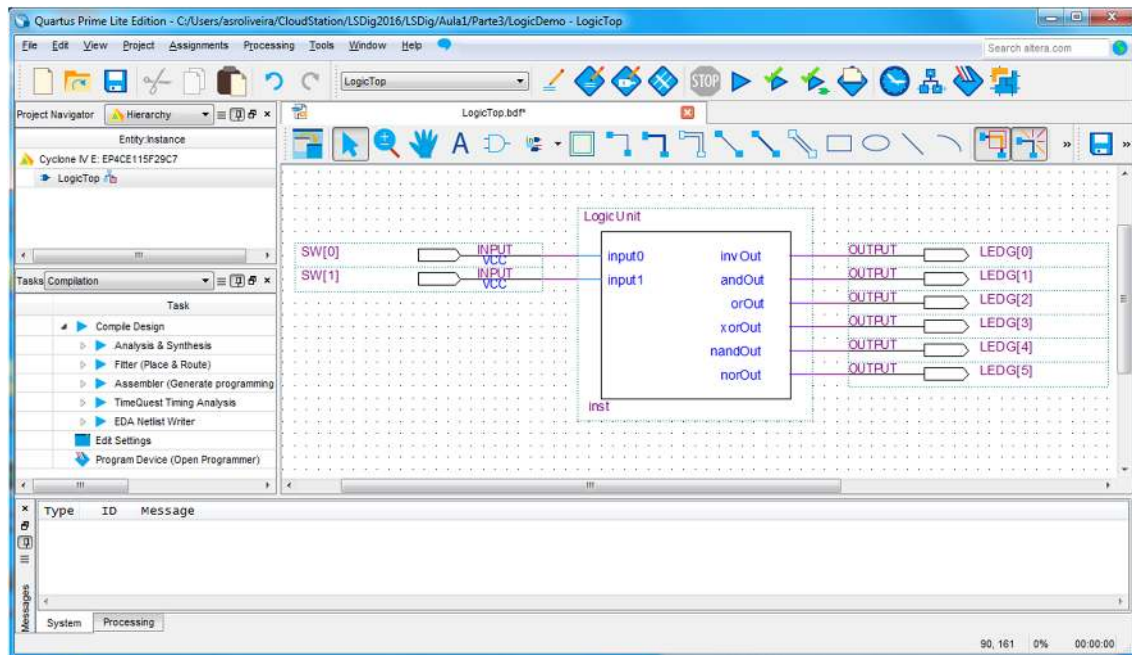

Figura 56 – Interligação do módulo “LogicUnit” e dos portos de entrada e de saída e identificação dos diversos elementos do circuito no módulo “LogicDemo”.
8. Ligue as entradas e as saídas do módulo “LogicUnit” a portas de entrada e de saída tal como ilustrado na Figura 56 (entradas ligadas a interruptores e saída a LEDs do *kit*).